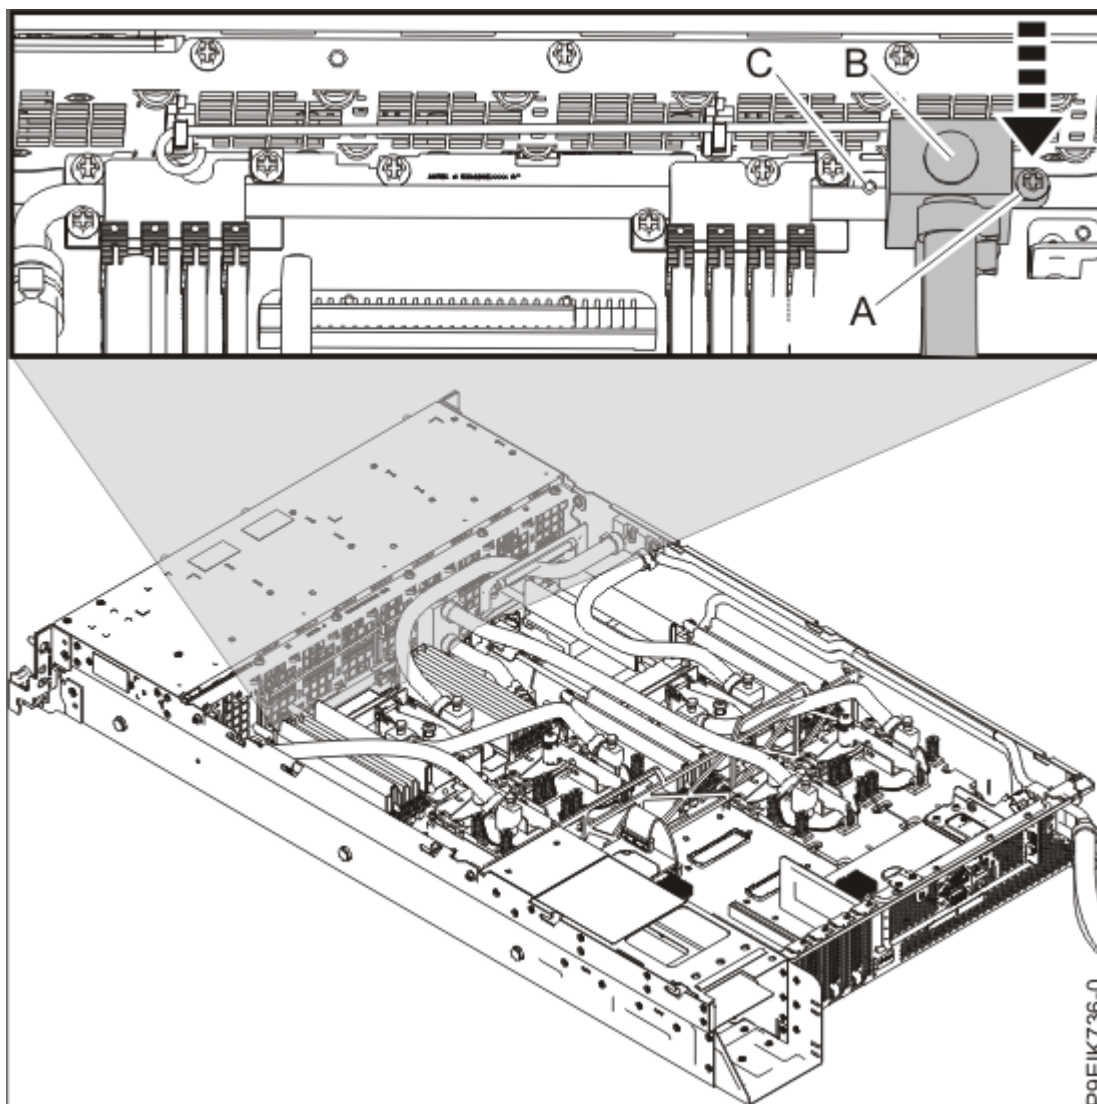

Figura 56. Cómo volver a poner el tornillo del conducto frontal
9. Vuelva a colocar el conducto frontal **(B)**. Utilice la patilla de alineación **(C)** para colocar el conducto frontal. Apriete el tornillo **(A)** que fija el conducto **(B)** a la parte frontal del sistema, tal como se muestra en la Figura 56 en la página 58.